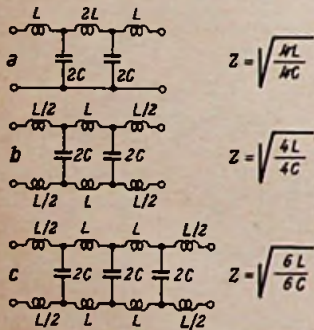

Bild 6. Vielgliedrige Tiefpaßfilter
In der Praxis werden Filter aus je einer Spule und einem Kondensator kaum verwendet, weil es durch die Zusammenschaltung mehrerer solcher Glieder verhältnismäßig einfach gelingt, die Flanke des abfallenden Astes der Durchlaßkurve eines Filters steiler zu gestalten und den Unterschied zwischen durchtretender und gesperrter Spannung beiderseits der Grenzfrequenz zu vergrößern. Man verwendet Filter, die nach Bild 6 geschaltet sind, wobei Bild 6a ein unsymmetrisches Tiefpaßfilter aus drei Spulen und zwei Kondensatoren, Bild 6b und 6c symmetrische Filter aus sechs bzw. acht Spulen und zwei bzw. drei Kondensatoren zeigen.
1) Die Berechnung der Werte L und C erfolgt wie in Bild 6 und 8 nach den Gleichungen in der Formelsammlung für den Radiopraktiker, Radio-Praktiker-Bücherei Band 68/70.